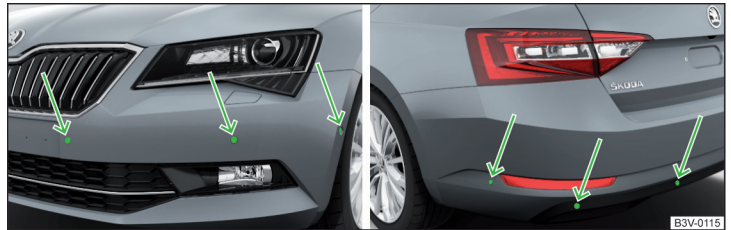

Abb. 158 Einbauort der Ultraschall-Sensoren: vorn / hinten
- Die Systemsensoren » Abb. 158 auf Seite 144 sauber, schnee- sowie eisfrei halten und mit keinerlei Gegenständen abdecken, anderenfalls kann die Systemfunktion eingeschränkt sein.
Das System berechnet mithilfe von Ultraschallwellen den Abstand zwischen dem Stoßfänger und einem Hindernis. Die Ultraschallsensoren befinden sich je nach Fahrzeugausstattung im hinteren bzw. auch im vorderen Stoßfänger » Abb. 158.